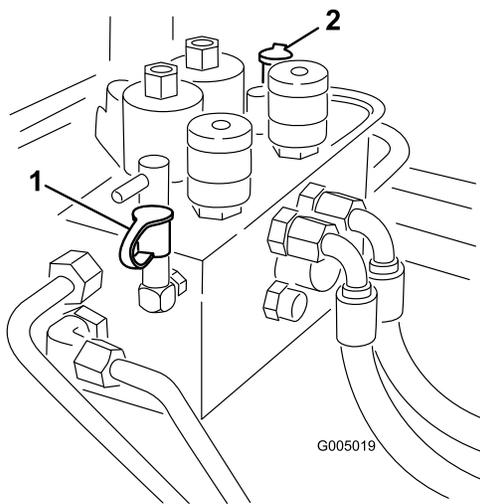

Figura 76
2. El punto de prueba B (Figura 76) se utiliza para localizar problemas en el circuito hidráulico de las unidades de corte delanteras.
3. El punto de prueba C (Figura 76) se utiliza para localizar problemas en el circuito hidráulico de las unidades de corte traseras.